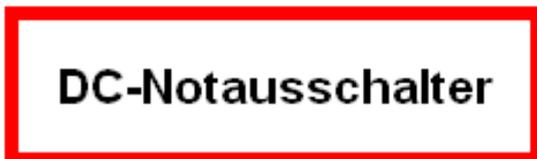

Abb. 7: Kennzeichnung DC-Notausschalter
- Abb. 5-6 Mindestgröße DIN A5 und Abb. 7 [105 x 297] mm.
- Der „DC-Notausschalter“ ist mit einem Hinweisschild entsprechend der DIN 4066 [105 x 297 mm] zu kennzeichnen (siehe Abb. 7).